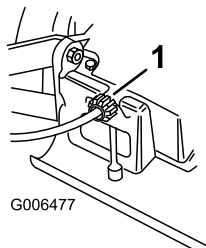

Figure 23
Si la tondeuse ne se propulse pas automatiquement ou a tendance à avancer quand la barre de commande est à **plus** de 38 mm (1,5 po.) du guidon, réglez le bouton de réglage de la transmission à l'arrière du boîtier d'engrenages (Figure 23).
2. Tournez le bouton de commande de 1/2 tour dans le sens horaire si la tondeuse n'avance pas automatiquement. Si la tondeuse a tendance à avancer, tournez le bouton de 1/2 tour dans le sens anti-horaire pour détendre la courroie (Figure 23).